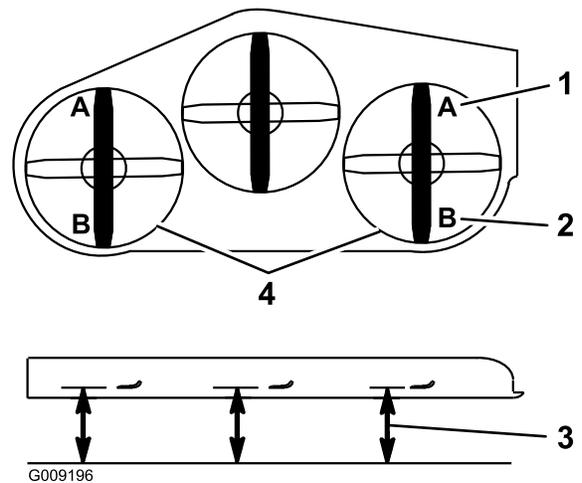

Рисунок 107
9. На обеих сторонах деки измерьте расстояние от горизонтальной поверхности до переднего конца ножа (положение А), как показано на Рисунок 107.
15. На обеих сторонах деки измерьте расстояние от горизонтальной поверхности до заднего конца ножа (положение В), как показано на Рисунок 107.